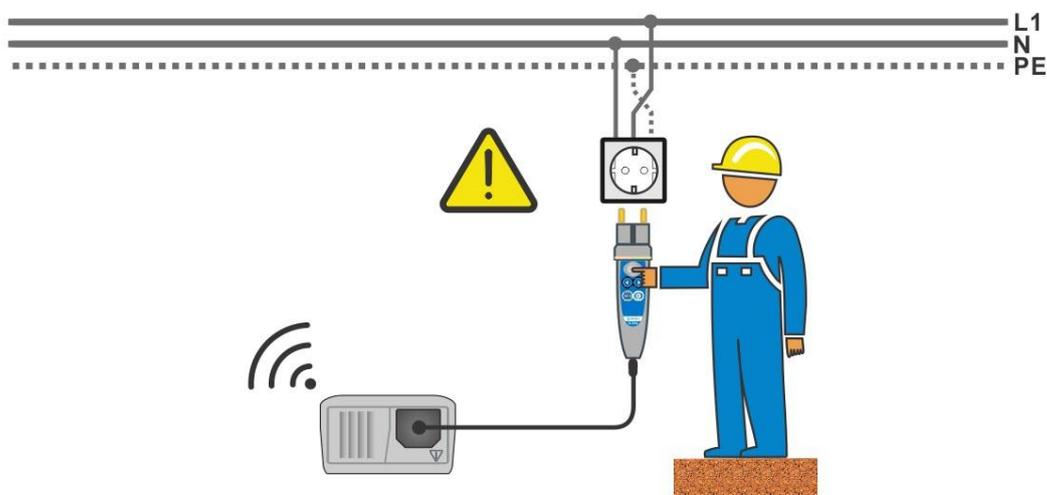

Abbildung E.4: Vertauschte Leiter L und PE (bei Verwendung des Commander-Prüfstecker)
- ❑ **Schließen** Sie den Commander am Prüfling an, (siehe *Abbildung E.4 und E.5*)